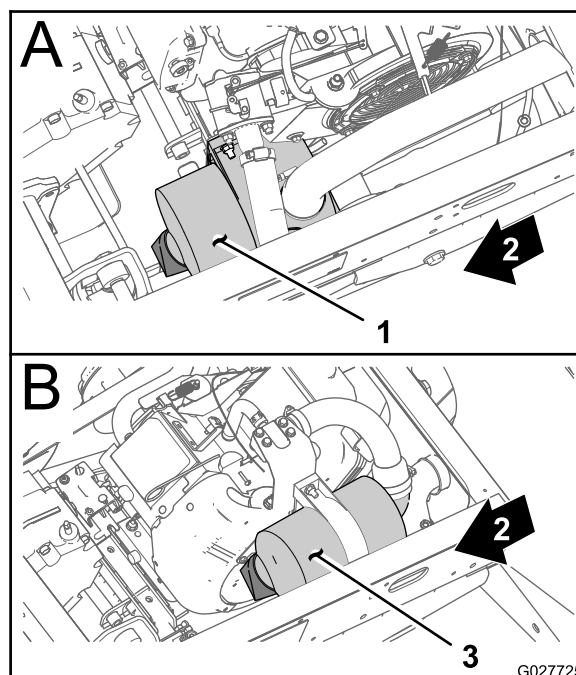
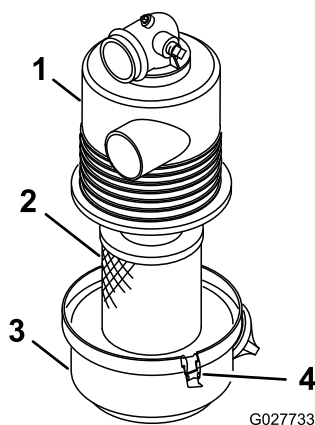

Figura 35
Figura 36
2. Verifique se existe algum dano no corpo do filtro de ar que possa provocar uma fuga de ar. Certifique-se de que a cobertura do filtro de ar se encontra corretamente colocada no respetivo corpo (Figura 35 e Figura 36).
- Liberte os trincos que fixam a cobertura do filtro de ar à respectiva caixa (Figura 36).
- Separe cobertura do filtro de ar da caixa e limpe o interior da cobertura (Figura 36).
- Insira o elemento do filtro de ar na caixa do filtro (Figura 36).
- Alinhe a cobertura do filtro do ar com a caixa (Figura 36).
- Prenda a cobertura à caixa com as patilhas (Figura 36).